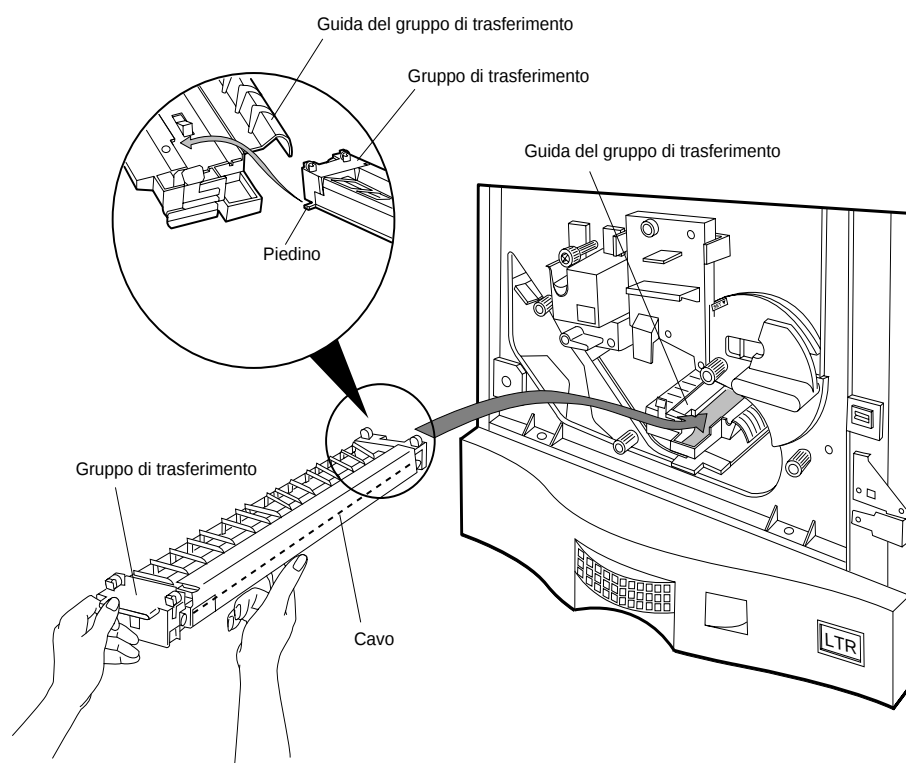

Figura 5-11 Inserimento del gruppo di trasferimento nella guida
1. Usando il piedino di allineamento che si trova all'estremità del gruppo di trasferimento pulito, inserire il piedino di allineamento del gruppo di trasferimento nel binario sinistro della guida del gruppo di trasferimento e spingerlo fino all'estremità della guida. Vedere la Figura 5-11.